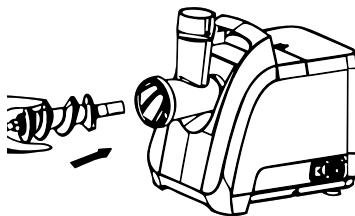

рис.4
7.1.2. Поместите шнек в горловину узким концом вперёд и слегка проверните его пока он не войдет в тесный контакт с приводом электродвигателя (рис. 4).